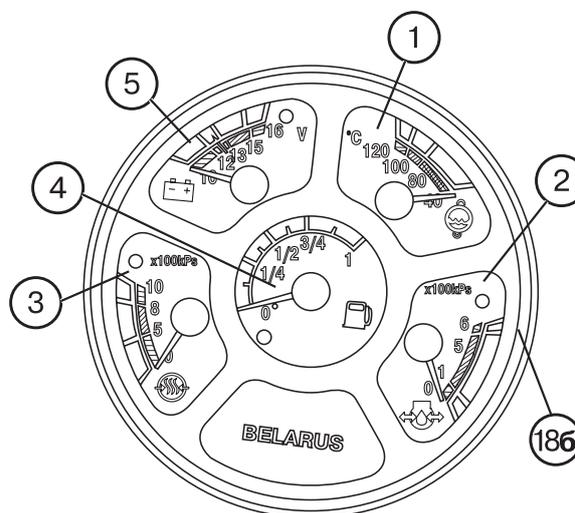

Рис. 10. Комбинация приборов
### Комбинация приборов (186) (рис. 10)